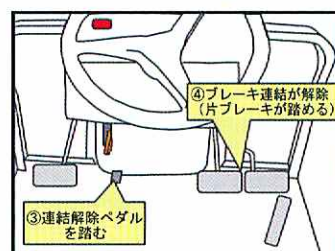

図 3 片ブレーキの操作
2) 片ブレーキ操作を行うときは、左足で連結解除ペダルを踏んでから右足で片ブレーキ操作します（図 3）。連結解除ペダルを踏んでいる間だけ左右ブレーキペダルの連結が外れます。